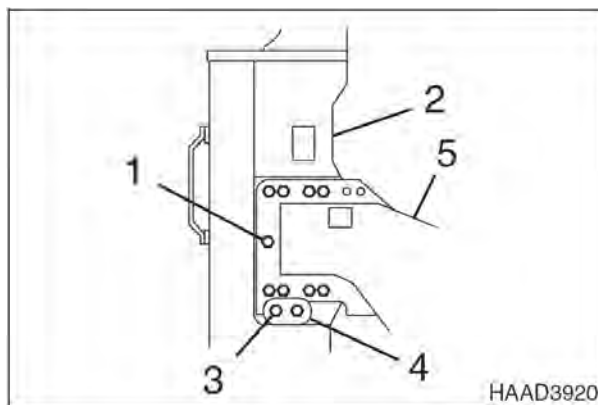

Рис. 2
1. Снять девять болтов, жесткие шайбы и прокладки (1, рис. 2) с отводимой боковой рамы (2).
**ПРИМЕЧАНИЕ:** Не ослаблять два болта (3, рис. 2) на направляющей (4).
**ПРИМЕЧАНИЕ:** Повторить действия на другой опоре центральной рамы (5, рис. 2).